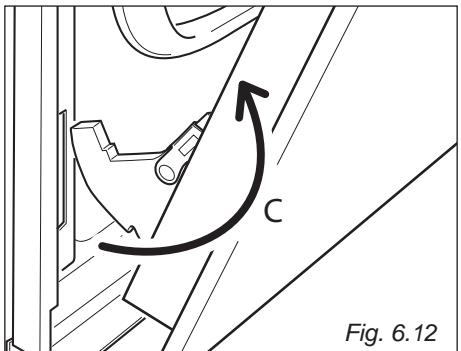

Fig. 6.12
- Retirez les crochets de charnière de leur emplacement en suivant la flèche "C" (fig. 6.12).